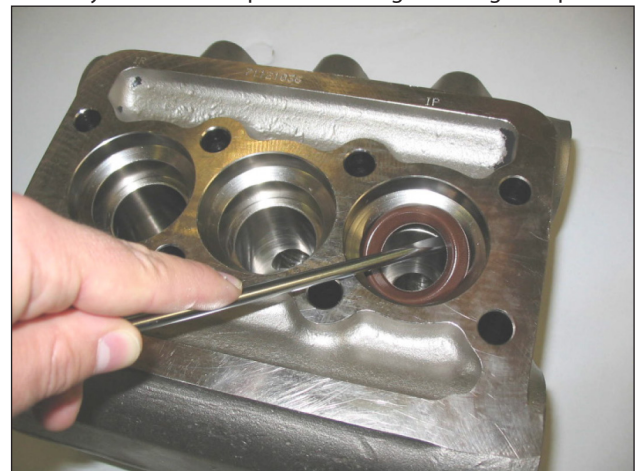

Fig. 27
C) Extraire les bagues d'étanchéité à haute pression de la tête et celles de basse pression du support correspondant en utilisant des outils ordinaires, comme l'indique la Fig. 27 et en ayant soin de ne pas endommager les sièges respectifs.